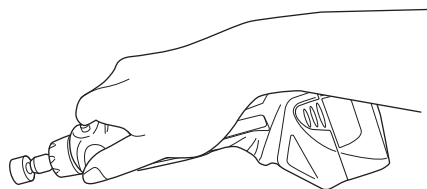

Fig. 10
Dans une telle situation, desserrez l'écrou à collet et appuyez légèrement l'extrémité de l'outil contre un objet dur. (Fig. 10)
- La meuleuse se rétrécit au niveau du porte-pointe. Poser un doigt sur la partie rétrécie et maintenir la meuleuse pour faciliter son utilisation. (Fig. 10)